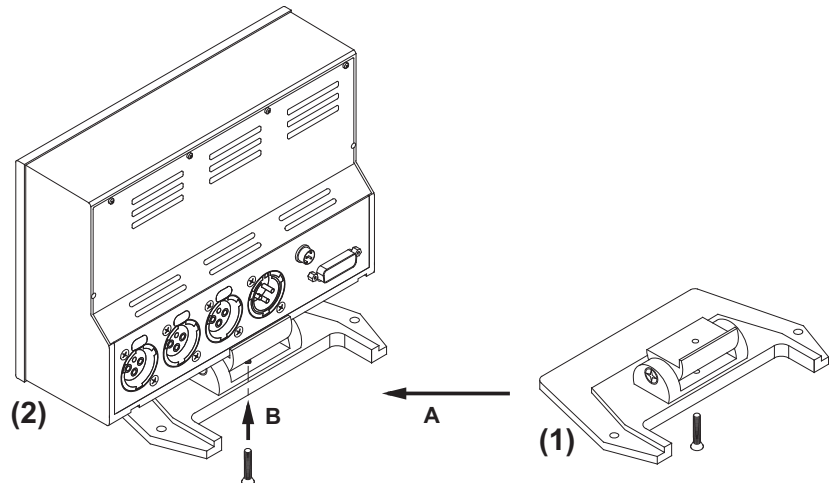

Bild 4-13: Befestigen des Tischfußes (106nX-PLUS)
- Setzen Sie den Tischfuß mittig an der hinteren Kante des Gehäuses an und befestigen Sie ihn mit der Schraube. (Bild 4-13, siehe auch Abschnitt 9.2.)